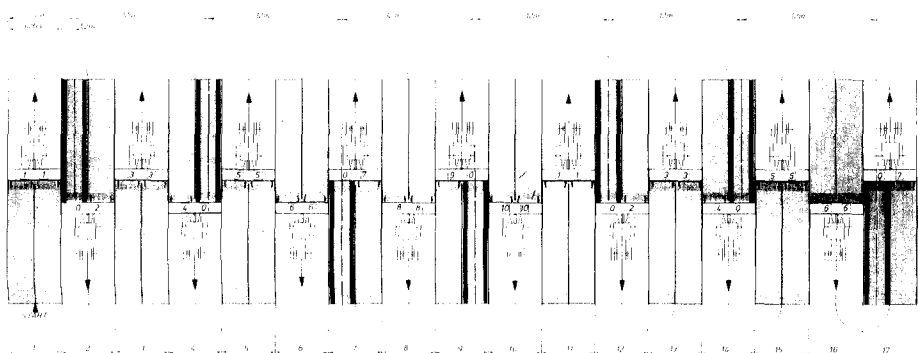

Fig. 75
16.3.2 Køreplan (Fig. 75) for anlægning af 12 m. kørsor med AMAZONE-såmaskinerne D8-48 EN med to 10-gange skift.